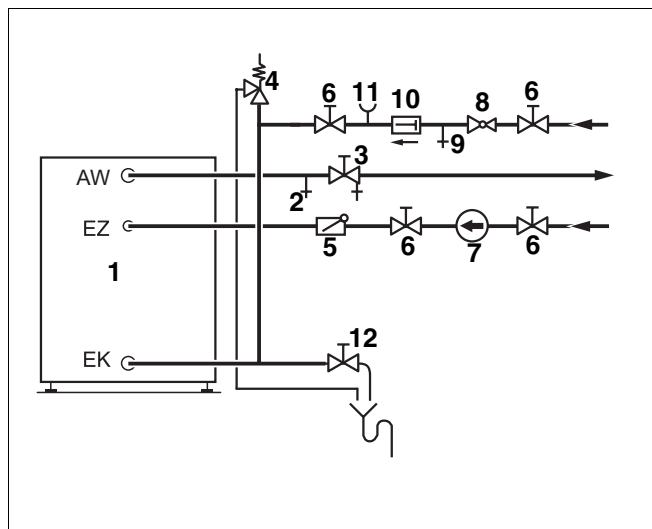

Fig. 6 Installazione secondo la norma DIN 1988 (illustrazione schematica)
- Svuotare l'accumulatore-produttore di acqua calda chiudendo la valvola d'intercettazione per l'ingresso dell'acqua fredda EK e aprendo il rubinetto di scarico EL (fig. 6, pag. 10). Per l'aerazione, aprire la valvola d'aerazione e disaerazione oppure il rubinetto di erogazione posto nel punto più alto dell'impianto.